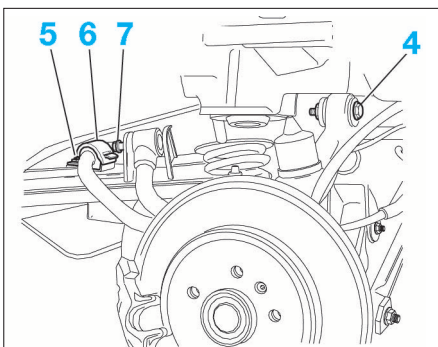

FIG. 58
- les vis de fixation (3).
- la vis de fixation (4) (Fig.58).